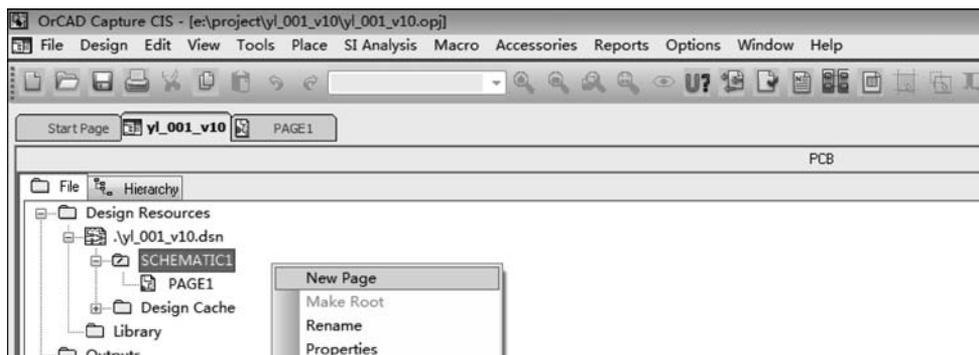

图 3.9 新建页面 2
(2) 选中 SCHEMATIC1 文件夹, 然后右击并选择 New Page 选项, 如图 3.9 所示。